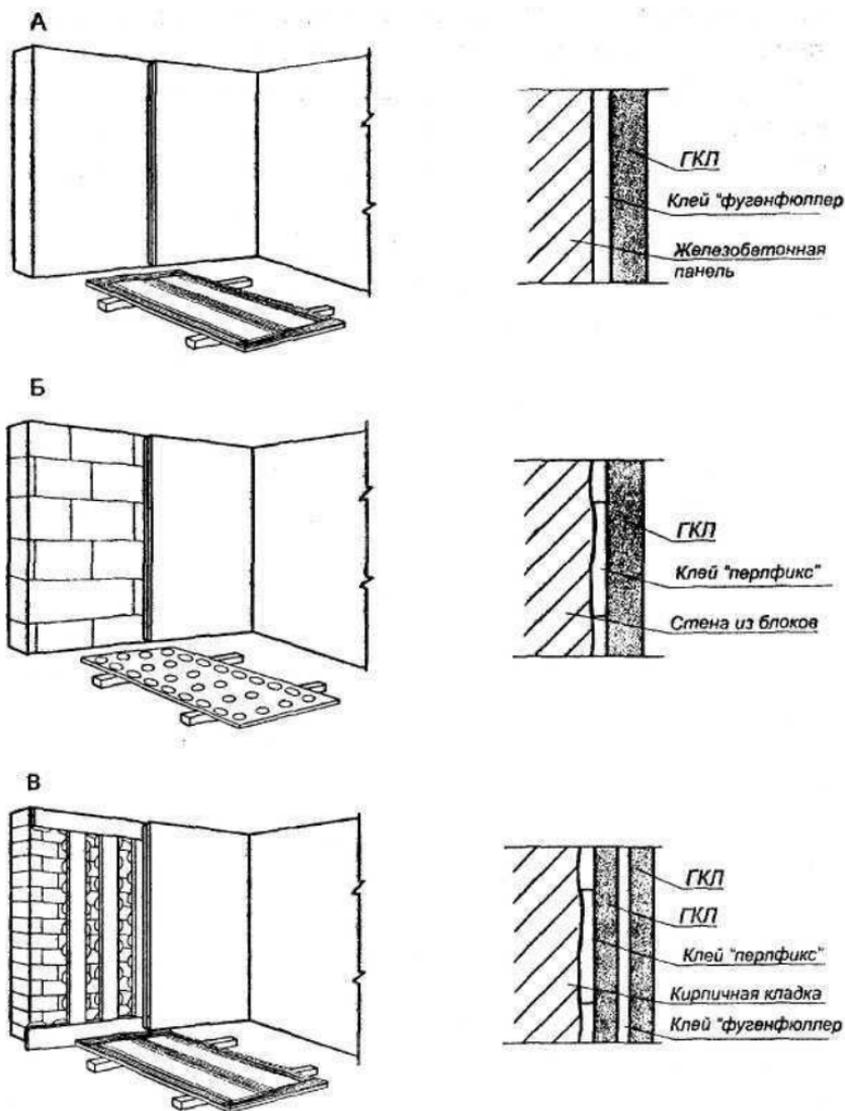

Рис. 9. Бескаркасный способ облицовки поверхностей
При бескаркасном способе монтажа гипсокартонные листы приклеиваются непосредственно на стену. В зависимости от ровности стены существуют три варианта приклеивания листов (*рис. 9*).
*Вариант А.* Ровная поверхность стены предполагает приклеивание листов к поверхности стены, что на практике встречается достаточно редко. Такие стены, как правило, выполнены из железобетонных панелей, а перегородки из пазогребневых блоков. В качестве клея используют затворенный раствор гипсовой шпаклевки «Фугенфюллер» или клея «Перлфикс». Их наносят на ГКЛ сплошными полосами по периметру и одной или двумя полосами в центре тонким слоем с помощью зубчатого шпателя (*рис. 9А*).
*Вариант Б.* Неровность стены не более 20 мм. Это могут быть стены из кирпича, мелких блоков и других материалов, которые требуют более толстого слоя гипсового клея. В данном случае используется клей «Перлфикс», который наносят кельмой небольшими нащепками (кучками) по периметру листа с шагом около 25...30 см и вдоль середины листа одним - двумя рядами с шагом 35...40 см (*рис. 9Б*).
тру листа (рис. 9 В). Поверхность стены под полосы подготавливается и обрабатывается соответствующей грунтовкой, малярным валиком. Полосы приклеиваются к поверхности клеем «Перлфикс», который наносится мастерком. Наклеенные полосы выполняют роль маяков и должны быть хорошо выверены и приклеены в одной плоскости стены. После полного высыхания клея, к этим полосам с помощью клея «Фугенфюллер» приклеивается лист. После схватывания клея производится заделка стыковочных швов.